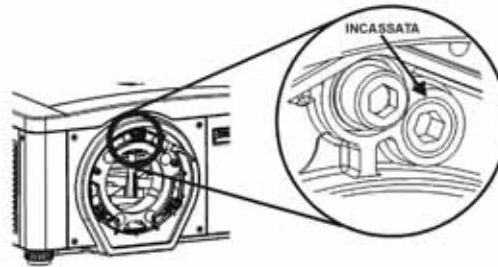

FIGURA 2-3 POSIZIONARE LE VITI DI FISSAGGIO IN LINEA
9. Il puntamento predefinito può essere reimpostato con una certa approssimazione posizionando le tre viti di fissaggio in linea con il lato anteriore della piastra dell'attacco dell'obiettivo e a contatto con la piastra interna della stessa; fare riferimento alla *Figura 2-3 Posizionare le viti di fissaggio in linea*. Potrebbe essere necessario regolare sia le viti di fissaggio che le viti a testa arrotondata.